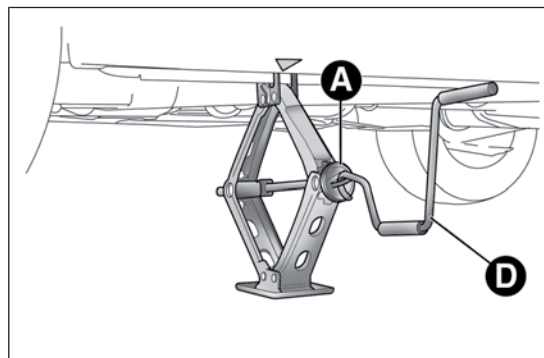
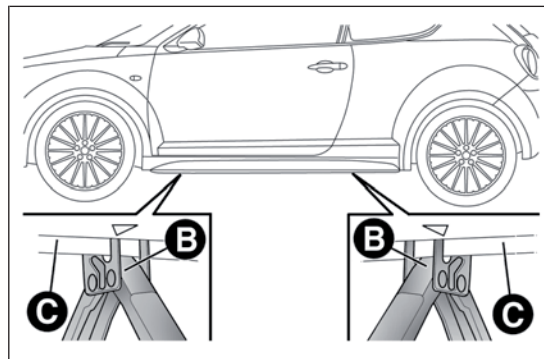

РИС. 122
РИС. 123
- с помощью приспособления А РИС. 122 распрямите домкрат таким образом, чтобы его верхняя часть В РИС. 123 вошла в лонжерон С;
- вставьте рукоятку D РИС. 122 в устройство А домкрата и поднимите автомобиль, чтобы колесо поднялось над землей на несколько сантиметров;
- поверните рукоятку D РИС. 122 домкрата, чтобы опустить автомобиль на землю. Выньте домкрат;